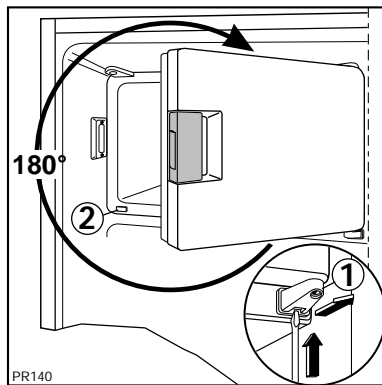

Abb. 5
Mit Hilfe eines Schraubenziehers den Scharnierträger (1) lösen. Dazu auf die innere Feder drücken (Abb. 5) und den Scharnierträger gemeinsam mit